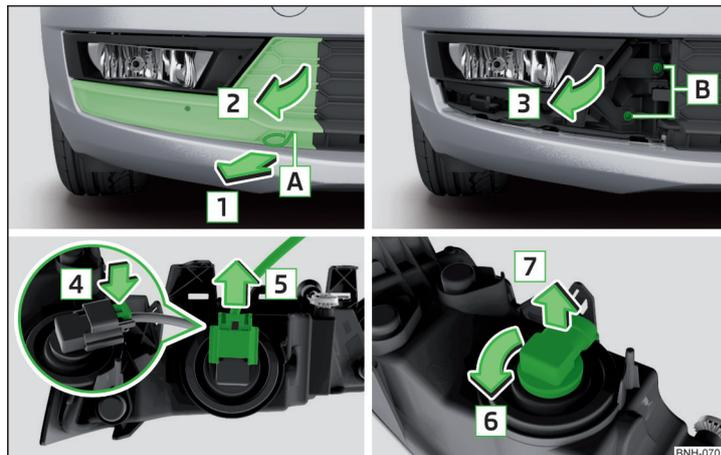

Fig. 269 Retirar el faro antiniebla / cambiar la bombilla
- › Introducir en la apertura **A** » fig. 269 el estribo para retirar los tapacubos integrales.
- Monte el faro antiniebla en sentido contrario al de la flecha [3] » fig. 269 y enróquelo.